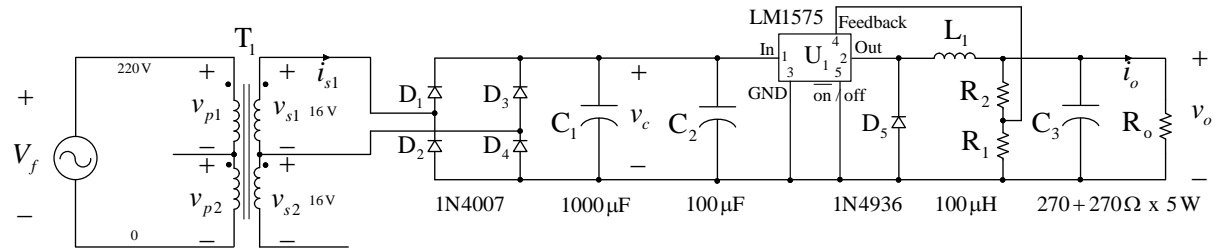

Figura 2 – Fonte ca-cc com o conversor cc-cc integrado.
Adicione ao circuito da fonte ca-cc um conversor cc-cc integrado, conforme mostrado na figura 2.
Determine o valor dos resistores  $R_1$  e  $R_2$  do circuito da figura 2 para uma tensão de saída de 5 V.
- Com relação ao LM1575, seria possível implementar uma fonte com saída de 3,3 V? Se for possível, o que precisaria ser alterado no circuito da figura 2 para isso?